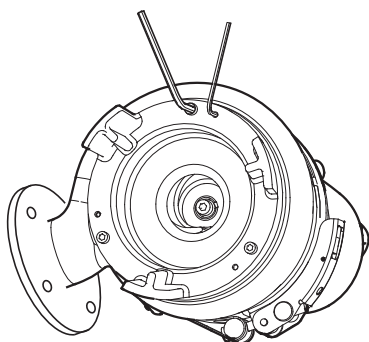

Рис. 14 Вид на насос со стороны всасывающего патрубка
d) Неверная регулировка зазора рабочего колеса.	Отрегулировать рабочее колесо. См. раздел 15.1 Регулировка зазора рабочего колеса , рис. 14.